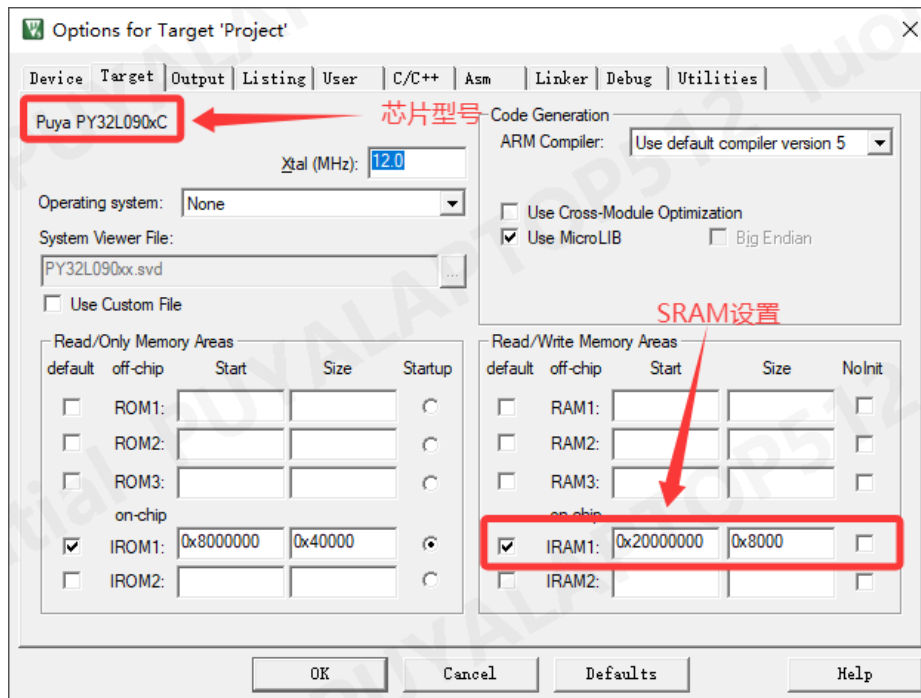

图 1-1
- 建议设置 IRAM 为芯片的 SRAM 起始地址和 SRAM 空间容量。如图 1-1 举例说明，使用 PY32L090xB 系列的芯片时，IRAM 的配置应为该芯片的 SRAM 起始地址和空间容量。PY32L090 系列的 SRAM 空间容量请参考《PY32L090 系列数据手册》表 1-1：